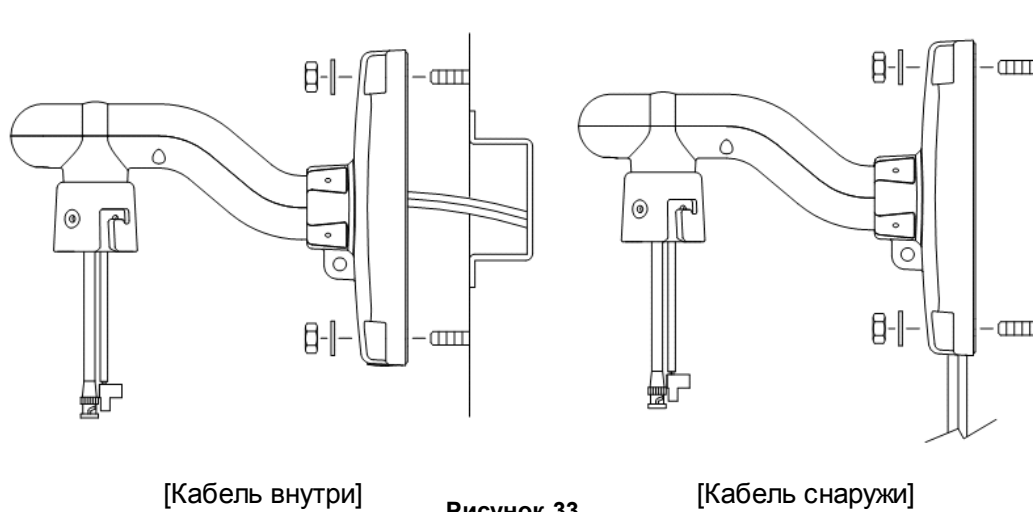

Рисунок 33.
- а-3 Закрепите анкерные болты помощью гаек (Рисунок 33).